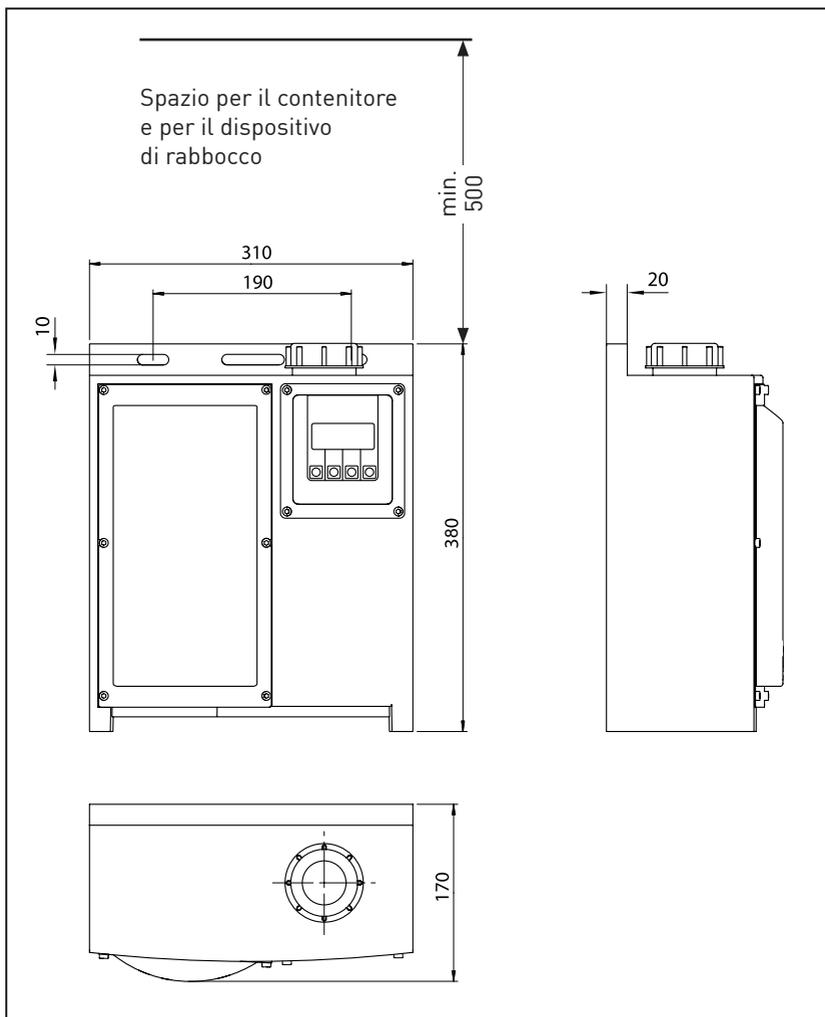

Fig. 3-3: Dimensioni esterne in mm
- Attenzione agli spazi per il contenitore e per il dispositivo di rabbocco (Fig. 3-3).
- Praticare i fori orizzontalmente ad una distanza di 190 ±5 mm, come indicato in fig. 3-3, e fissare il sistema con viti. Stringere con le dita di un quarto di giro.